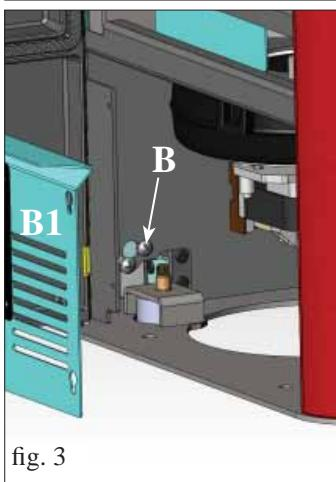

fig. 3
- Aprire l'antina e togliere il pannello zincato (B1 - fig. 3)
- Allentare la vite posta in basso (B - fig. 3).